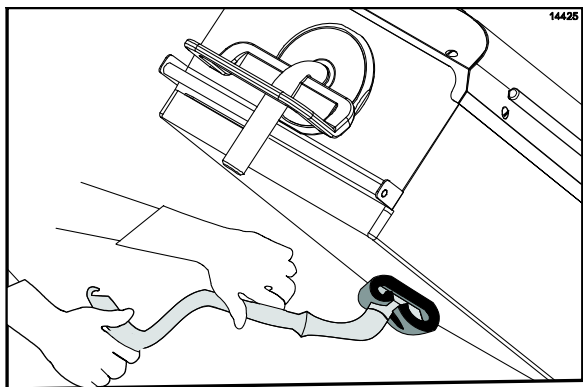

图 57
25. 擦拭煎板表面，先擦拭右煎板，然后擦拭左煎板。（请见图 57）